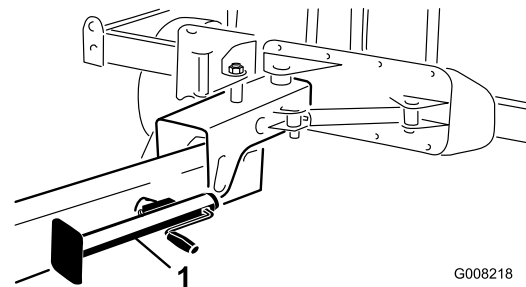

Figura 24
9. Abbassate il cavalletto a terra per stabilizzare la macchina (Figura 24).